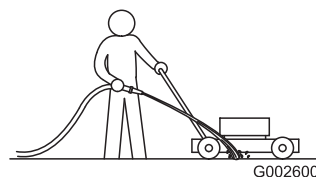

Figure 22
1. Mettez le moteur en marche lorsque la tondeuse se trouve sur une surface revêtue plane et dirigez un jet d'eau devant la roue arrière droite (Figure 22).